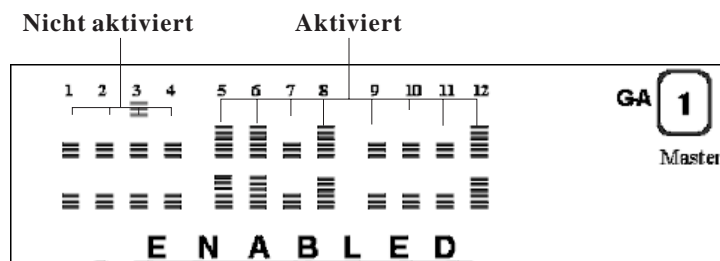

Abbildung 39. Aktuelle Anschlußkonfiguration (alle Anschlüsse)
3. Drücken Sie die Taste **ENTER**. Daraufhin wird die Konfiguration im Nachrichtbereich angezeigt (siehe Abb. 39).